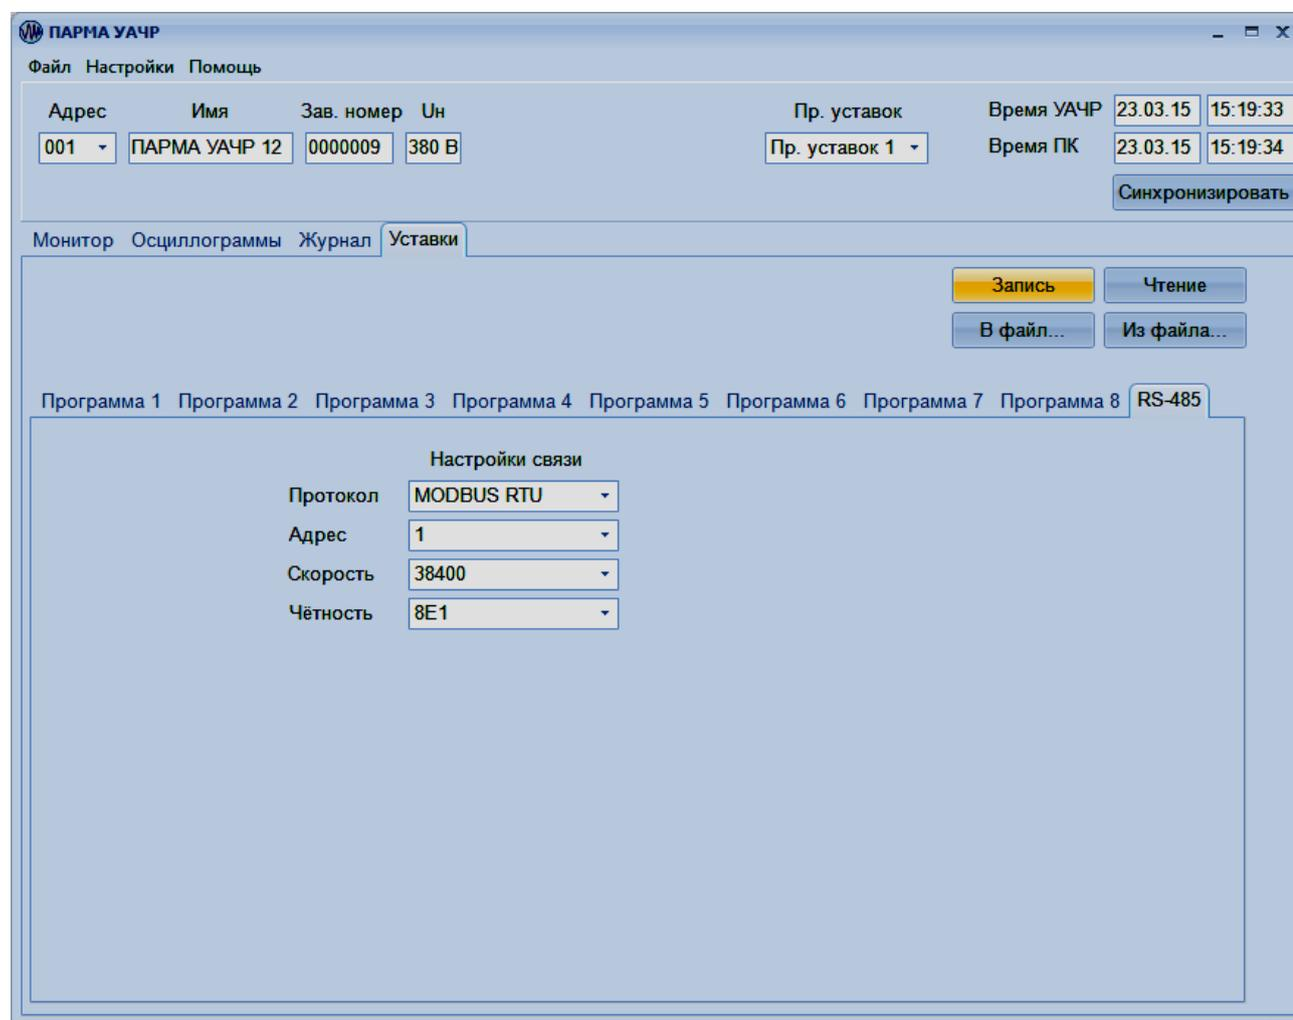

Рисунок 14 – Вкладка "RS-485"
5.3.10.1 Вкладка "Уставки" предназначена для конфигурирования УАЧР (рисунок 13) и задания параметров связи порта RS-485 УАЧР (рисунок 14).
5.3.10.6 Вкладка "RS-485" (рисунок 14) предназначена для настройки параметров связи УАЧР с АСУ по интерфейсу RS-485. Чтобы задать параметры связи, необходимо в выпадающем списке "Протокол" выбрать один из протоколов информационного обмена, указать сетевой адрес УАЧР (от 1 до 247), задать скорость обмена данными, формат передачи байта ("Чётность"), выбрав их в соответствующих выпадающих списках.